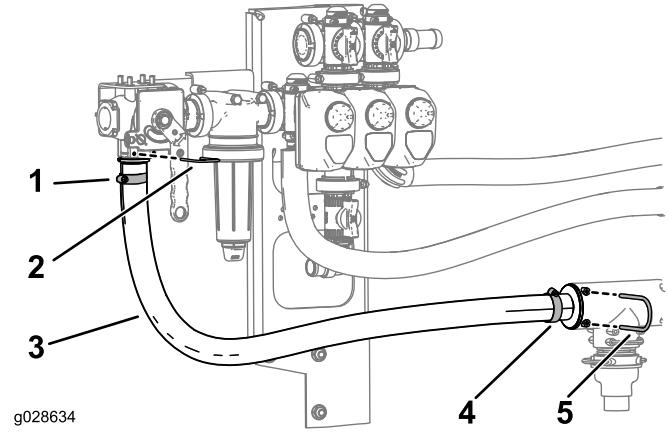

Figura 20
5. Encaminhe e fixe o conjunto do tubo de pressão, conforme indicado na Figura 20.